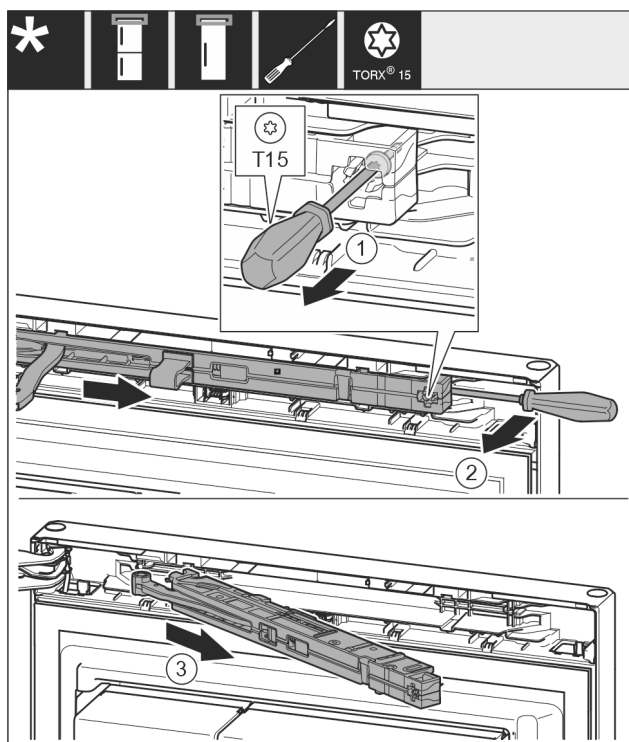

Fig. 11
- Λασκάρτε τη βίδα από τη μονάδα αποσβεστήρα κλεισίματος με κατσαβίδι T15 περ. 14 mm. Fig. 11 (1)
- Περάστε ένα κατσαβίδι από την πλευρά της λαβής πίσω από τη μονάδα αποσβεστήρα κλεισίματος και περιστρέψτε τη μονάδα προς τα εμπρός. Fig. 11 (2)
- Τραβήξτε έξω τη μονάδα αποσβεστήρα κλεισίματος. Fig. 11 (3)